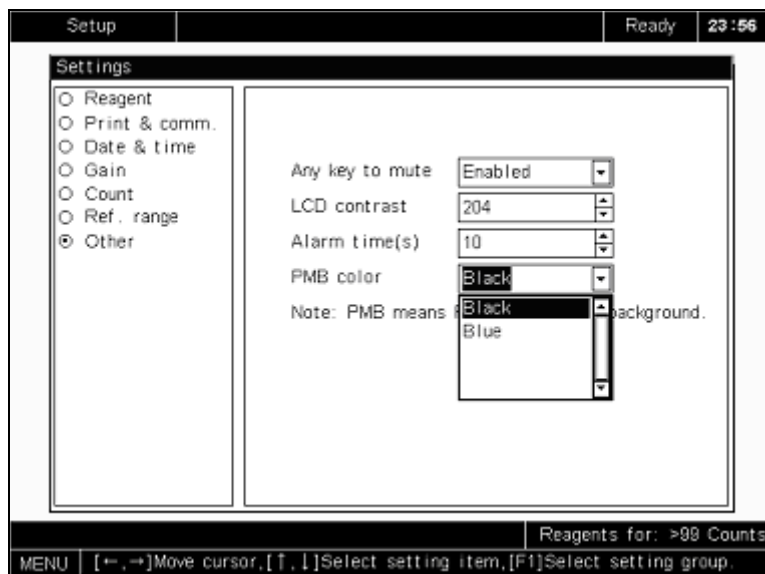

Abbildung 5-33 Einstellen der PMB-Farbe
60. **WÄHLEN** Sie **“Schwarz”** (voreingestellt) oder **“Blau”** aus der **Pull-Down-Liste “PMB-Farbe” AUS**, wie in Abbildung Abbildung 5-33 dargestellt.